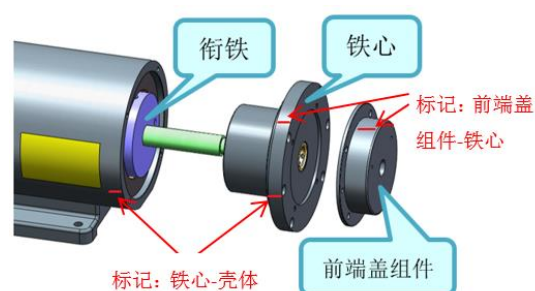
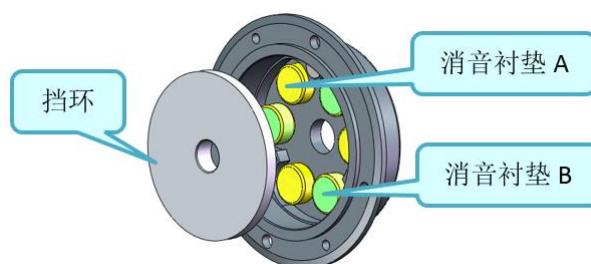

图 D-12
图 D-13
- 6) 标记铁心-壳体和前端盖组件-铁心，见图 D-12；
- 8) 将前端盖组件、铁心、衔铁拆下，见图 D-12，拆解前端盖组件，见图 D-13。
- 1) 切记先装入中心弹簧，再装衔铁、铁心，如图 D-12，并锁紧螺栓；